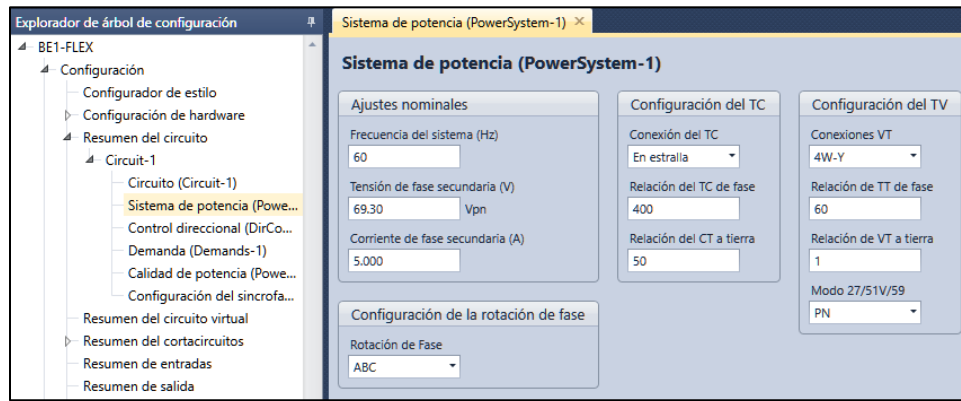

Figura 2-13. Pantalla sistema de alimentación de potencia
Paso 8: En Circuito, el Sistema de alimentación de potencia introduce (confirma) ajustes para Tensión de fase secundaria (69.3 V) y Corriente de fase secundaria (5 A). Establezca la Relación TC de fase en 400, la Relación TC de tierra a 50, la Conexión TT a 4W-Y y la Relación TT de fase a 60. Consulte Figura 2-13. Actualice los parámetros de Control direccional desde la pantalla Control direccional si el uso de 67 funciones y la configuración predeterminada no son válidos.